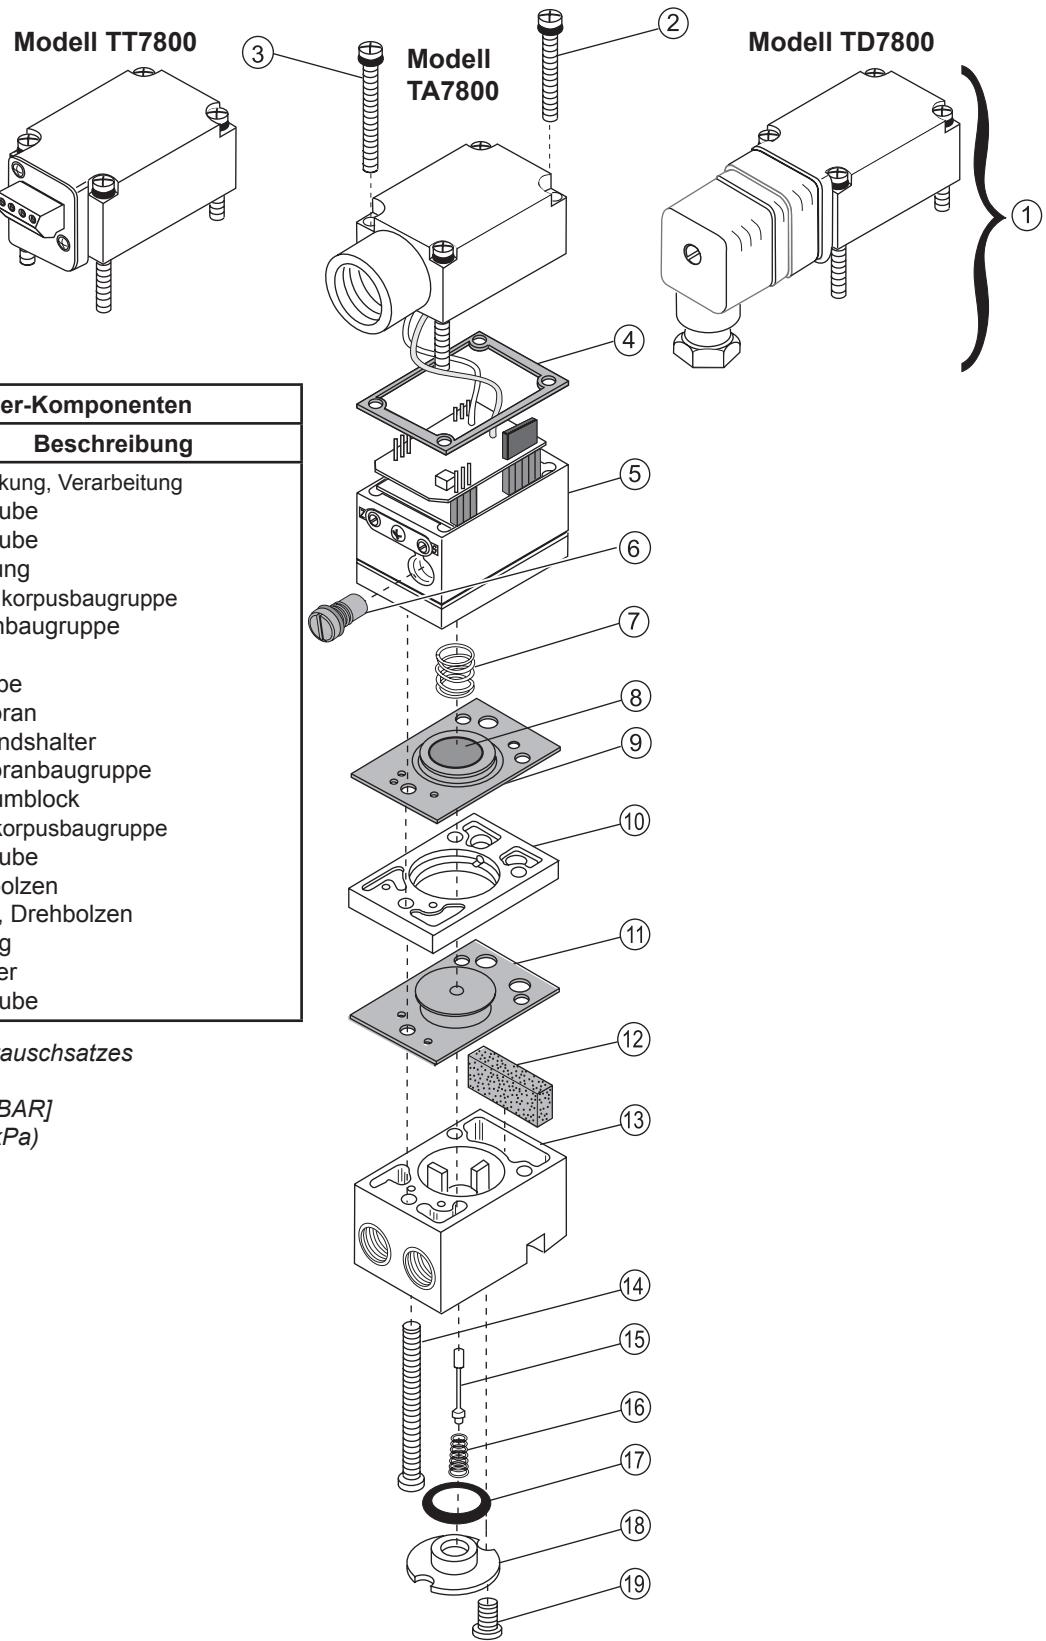

Abbildung 11. Explosionszeichnung
2. Entfernen Sie den Düseneinsatz (6) vom Gerät. Nähere Angaben finden Sie in Abbildung 11.